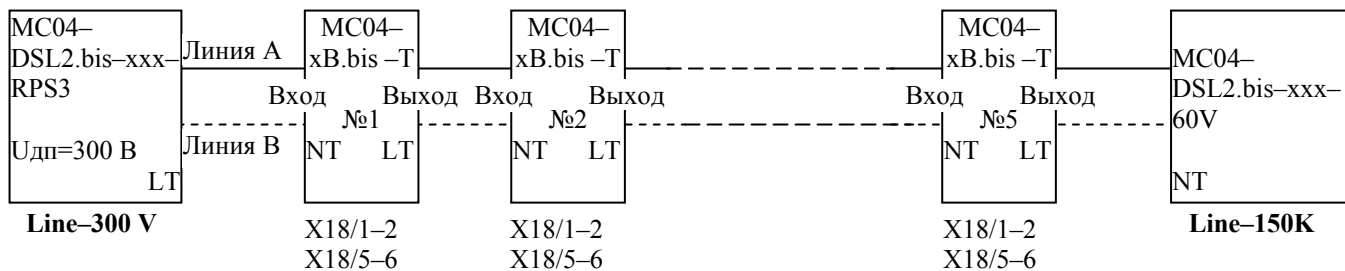

Рис. 9. Схема одностороннего дистанционного питания регенераторов.
7.3.3. Установки по контактам X18 в регенераторе задают режим (см. рис. 9 и 10):
7.3.5. Установки по X18 в регенераторах и шнура питания линии в модемах для типовых линейных трактов даны на рис. 9...12:
рис. 9 – в модеме LT с установкой шнура **Line-300V** в линию подается напряжение ДП, в модеме NT с установкой **Line-150k** линия шунтируется резистором 150 кОм, который задает ток обтекания 1–2 мА последнего регенерационного участка;
- **Line-150k** – для линейного тракта с ДП (по рис. 9);